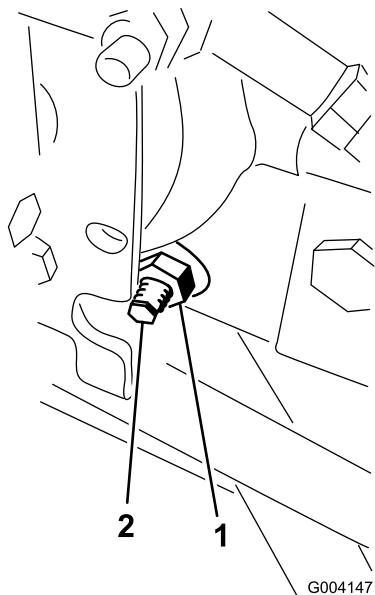

図 60
3. ハイドロスタットの右側にあるトラクション調整カムのロックナットのゆるめる 図 60。